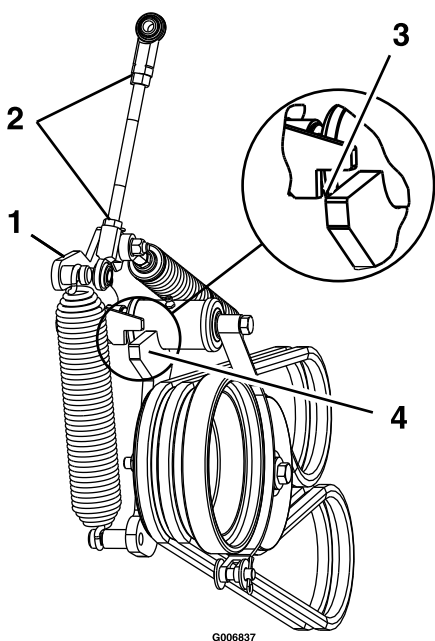

Figure 50
13. Desserrez les écrous de blocage et réglez la tringlerie jusqu'à ce que le haut du bras de la poulie de tension soit aligné sur le bas du cran du bras de tension, comme montré à la Figure 50.